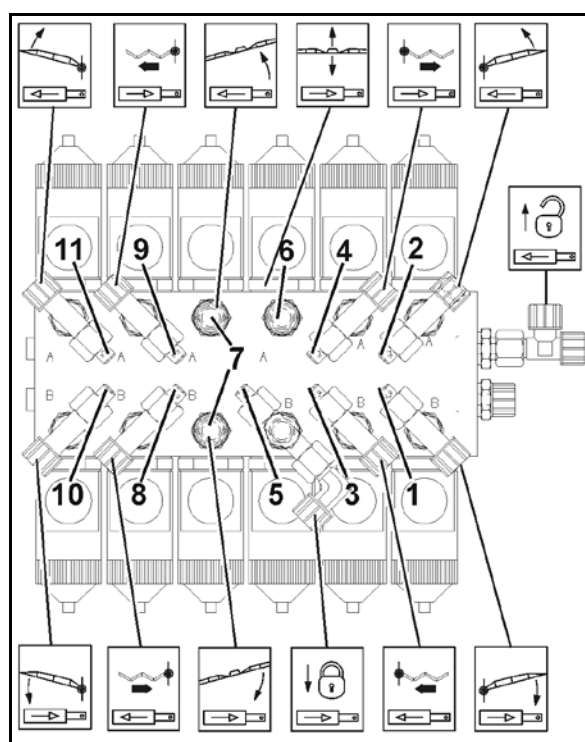

Рис. 169
Если это не наблюдается, необходимо произвести выравнивание штанг при помощи противовесов (Рис. 169/1) устройство гашения колебаний при этом должно быть **разблокировано**. Противовесы закрепите соответствующим образом на консоли.
1. Отвинтите болты (Рис. 169/2) крепежной накладки (Рис. 169/3) Регулировка производится непосредственно на пластиковом фиксаторе (Рис. 169/4) при помощи продольных отверстий крепежной накладки.
3. Затяните болты (Рис. 169/2).